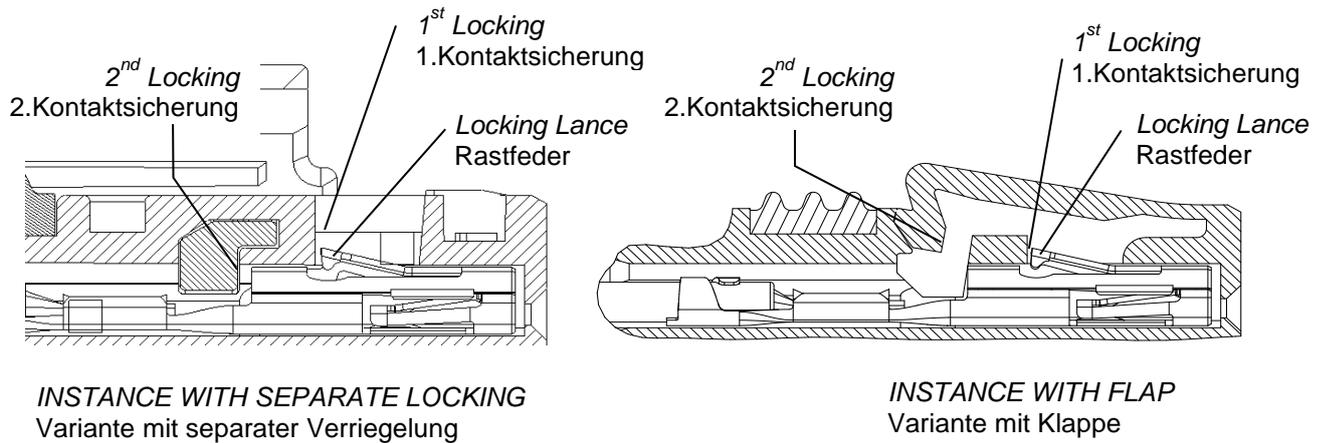
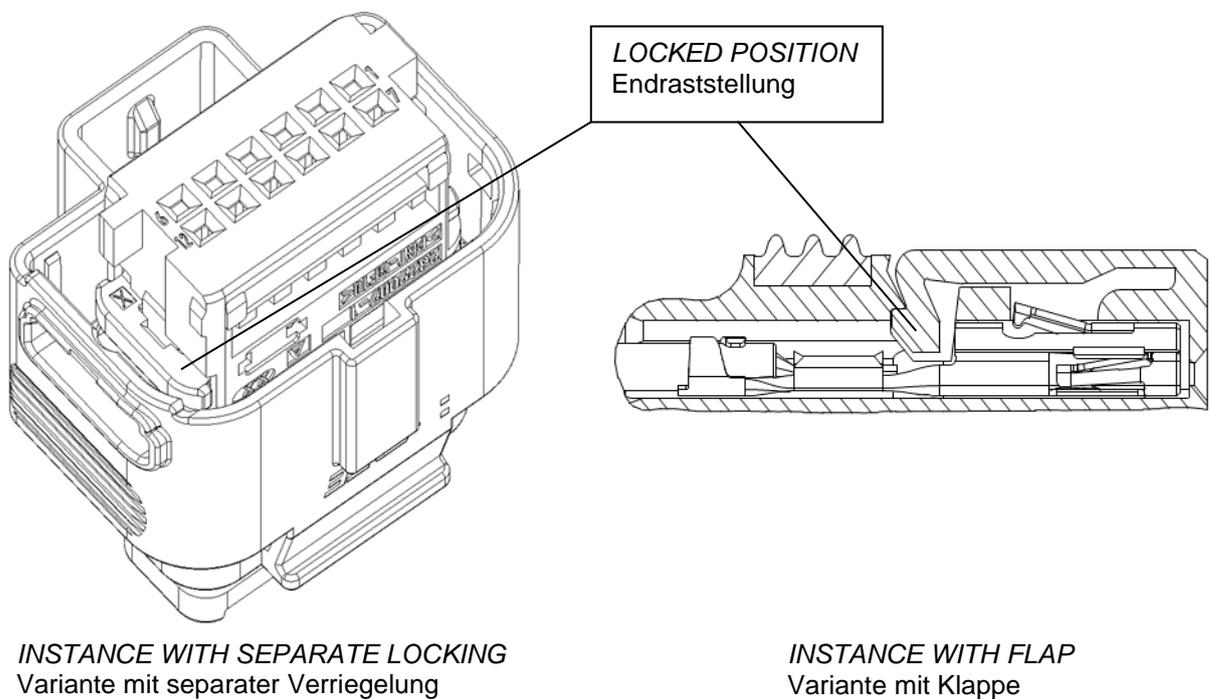

FIG.2
Fig.4
- *INSERT THE CONTACT IN THE CAVITY UNTIL THE LOCKING LANCE OF THE CONTACT SNAPS IN THE OPENING OF THE 1ST LOCKING AS SHOWN IN FIG.2.*
- Kontakt in die Kammer einschieben bis die Rastfeder im Fenster der 1.Kontaktsicherung verrastet wie in Fig.2 dargestellt.
THE CORRECT LOCKING OF THE LOCKING-LANCE ACC. Fig.2 HAS TO BE TESTED BEFORE CLOSING OF THE 2nd LOCKING. THIS IS MANDATORY AND CAN BE DONE OPTICAL OR MECHANICAL.
Die in Fig.2 gezeigte ordnungsgemäße Verrastung der Rastfedern ist vor dem Schließen der 2.Kontaktsicherung zu überprüfen. Dies ist obligatorisch und kann optisch oder mechanisch erfolgen.
- ACTIVATE THE SECONDARY LOCKING. AT HOUSINGS WITH GATED SECONDARY LOCKING THE COVER HAS TO BE PUSHED IN LOCKED POSITION ACC. FIG.2. AT HOUSINGS WITH SEPARATE SECONDARY LOCKING, THIS MUST BE MOVED FROM PRE-LOCKED TO END-LOCKED POSITION. FIG.4 SHOWS THE CORRECT LOCKED POSITION. IN THE AREA OF THE INTEGRAL HINGE A STRESS WHITENING IS ALLOWED.
- 2.Kontaktsicherung aktivieren. Bei Gehäusen mit angespritzter 2.Kontaktsicherung gemäß Fig.2 den Deckel in Endraststellung drücken. Bei Gehäusen mit separater 2.Kontaktsicherung wird diese aus der Vorraststellung in die Endraststellung bewegt. Fig.4 zeigt die korrekt verrastete Endraststellung. Im Bereich des Filmscharniers ist ein Weißbruch zulässig.